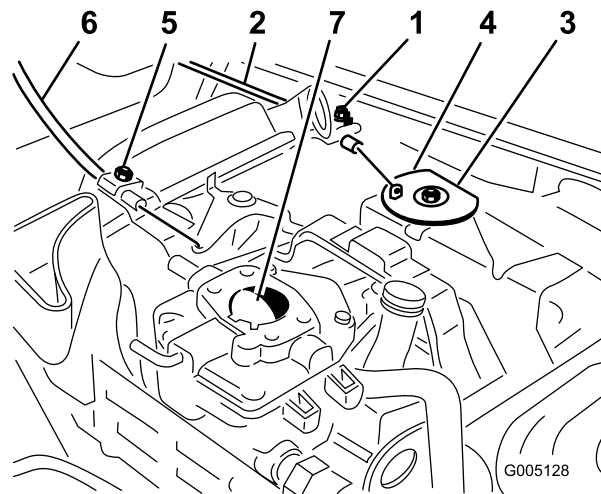

Figure 48
1. Desserrez la vis du collier qui raccorde le câble au moteur (Figure 48).
3. Tirez fermement sur le câble d'accélérateur jusqu'à ce que l'arrière du pivot atteigne la butée (Figure 48).
3. Tirez fermement sur le câble de starter, jusqu'à ce que le papillon soit complètement fermé, puis serrez la vis du collier de câble (Figure 48).